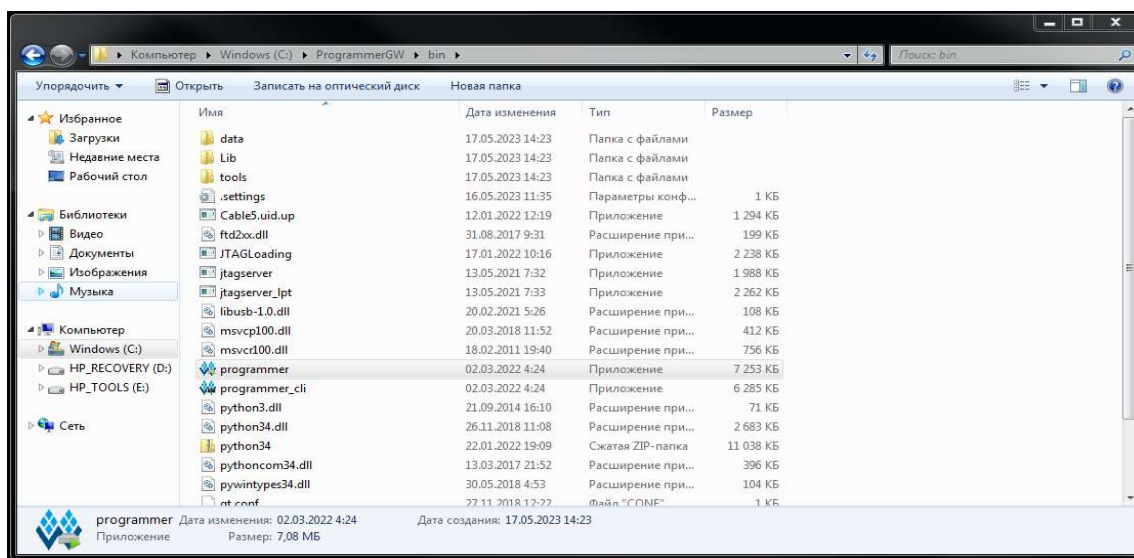

Рис. 1 Выбор файла
3.6. Открыть файл programmer.exe (Рис. 1).